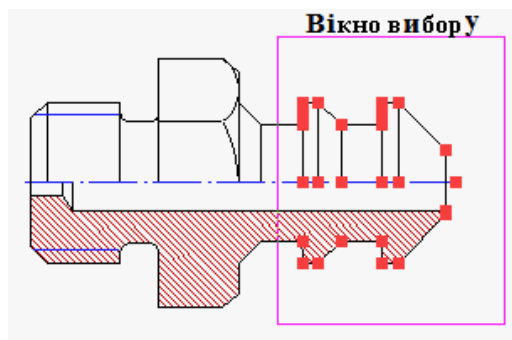

Рисунок 1.13 – Вибір вузлів на параметричній моделі
3. Вкажіть протилежний кут вікна вибору так, щоб всі вузли, які ми хочемо перемістити, потрапили у вікно (рис. 1.13). Вибрані вузли підсвітуються.